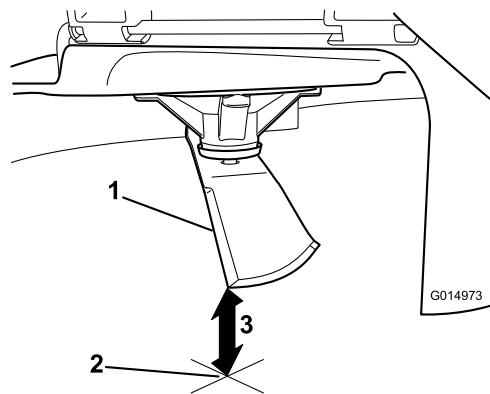

Figura 75
- 3. Mida desde la punta de la cuchilla hasta la superficie plana (Figura 75).